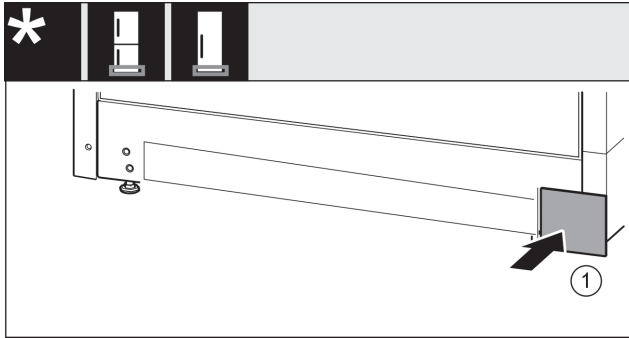

Fig. 20
- ▶ Abdeckung Fig. 20 (1) auf der anderen Seite wieder aufsetzen.